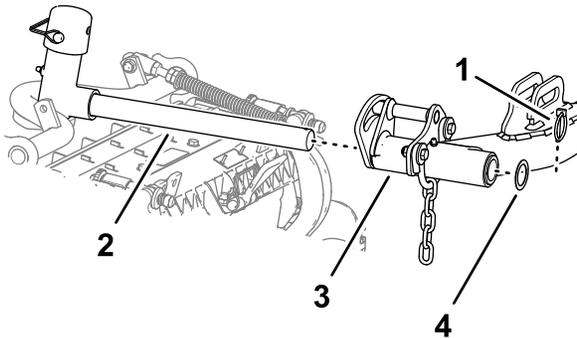

Figura 22
5. Infilate un apparato di taglio sotto il braccio di sollevamento (Figura 22).